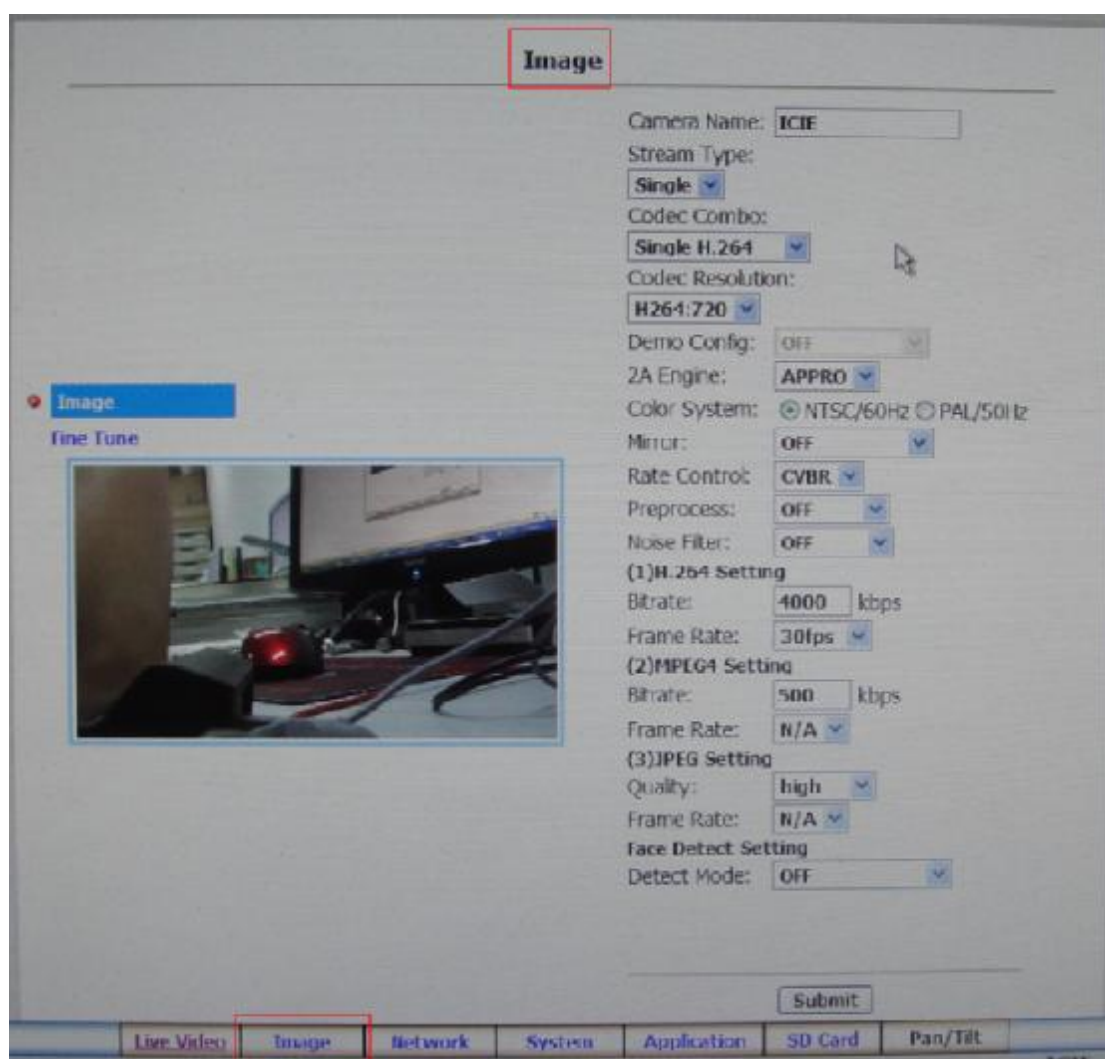

图 6-5 参数设定界面
5.在界面的 Image 栏，用户可以选择编解码格式，码率、帧率等等参数，以得到不同的视频效果，如图 6-5 所示。